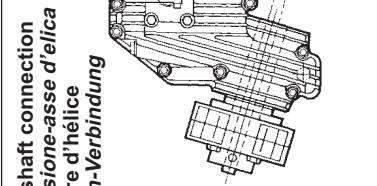

Fig. 7 Transmission propeller shaft connection
7.4 Getriebe Propellerwellen-Verbindung: Fig. 7 und 7a.